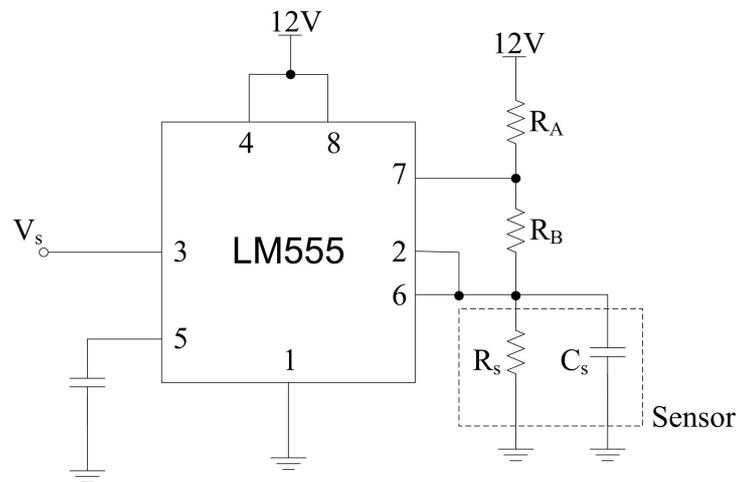

Figura 1: Circuito do quesito 1.
1. Considere um sensor capacitivo real, que, além da capacitância  $C_s$ , possui uma resistência interna finita  $R_s$ . A medição da capacitância  $C_s$  pode ser feita de forma indireta usando um oscilador astável com o LM555, conforme a configuração da Figura 1. Neste circuito, o período do sinal  $V_s$  dependerá das resistências  $R_A$ ,  $R_B$ ,  $R_s$  e da capacitância  $C_s$ .